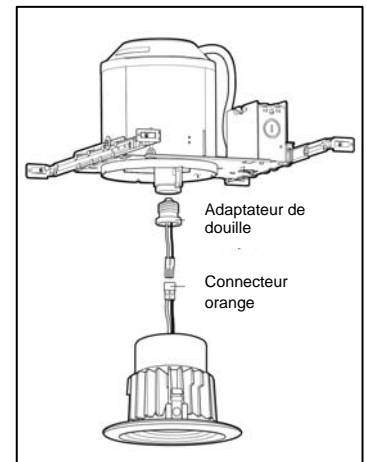

Figura 1
1. Retirez la lampe et le réflecteur existants, laissant la douille pendre librement par les fils. (Figura 1)